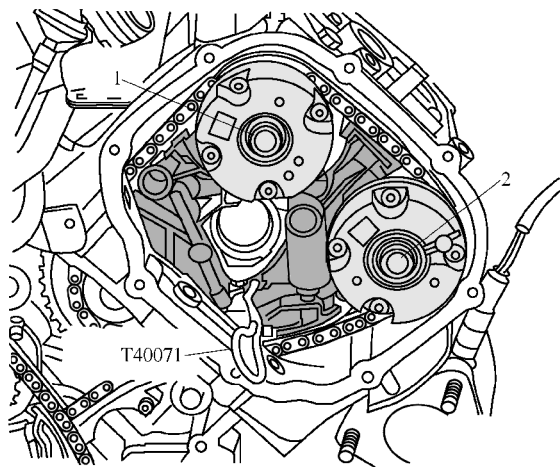

图 1-3-71 旋出右侧气缸盖上的螺栓并取下两个凸轮轴调节器
8) 如图 1-3-71 所示，用颜色笔标记凸轮轴调节器的安装位置，以便重新安装。旋出右侧气缸盖上的螺栓 1 和 2，取下两个凸轮轴调节器。
3) 如图 1-3-71 所示, 根据拆卸时做好的标记重新装上右侧气缸盖上的凸轮轴调节器。将凸轮轴正时链安装在驱动链轮和凸轮轴调节器上, 并松松地拧入螺栓 1 和 2。两个凸轮轴调节器必须能在凸轮轴上旋转并且不得翻转, 拔下定位销 T40071。